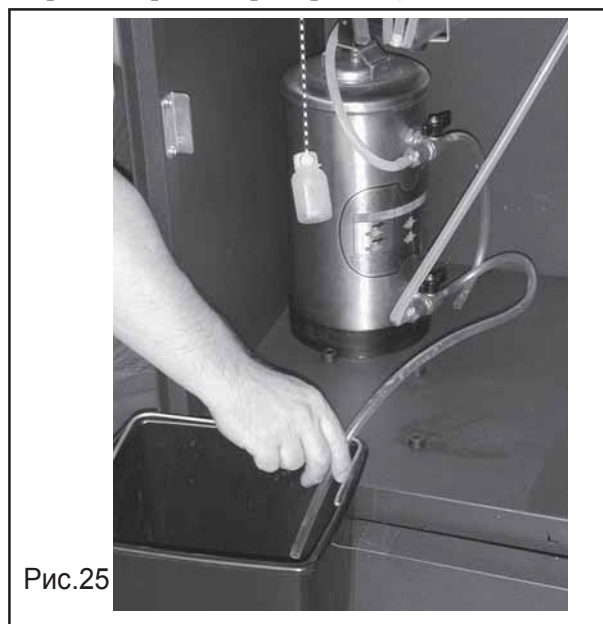

Рис.25
- когда пойдет чистая вода из трубки, закройте верхний кран (рис. 25);